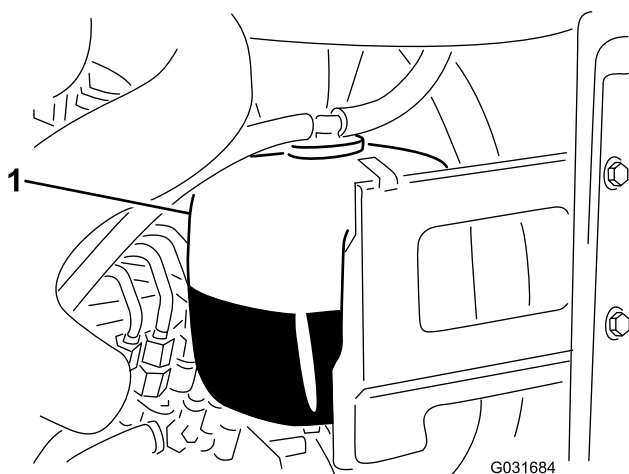

Figura 49
1. Verifique o nível de líquido de arrefecimento do depósito secundário (Figura 49).